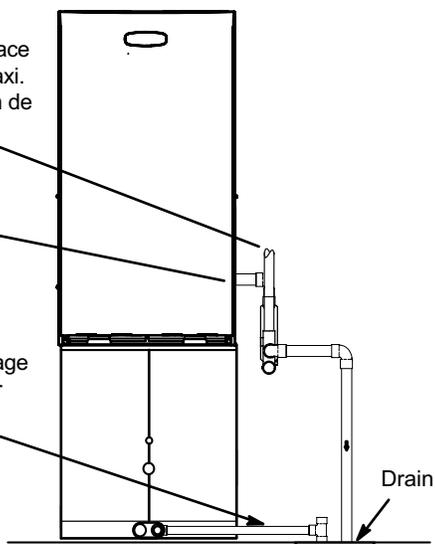
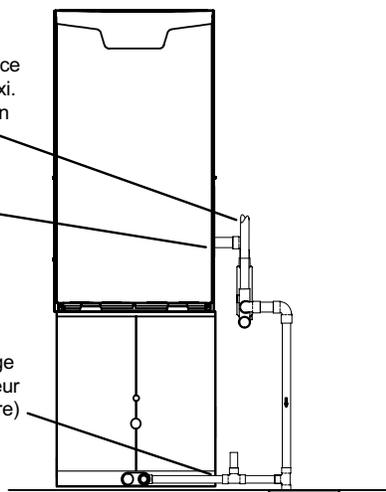

FIGURE 51
FIGURE 52
- 5 - La FIGURE 51 montre l'appareil et le serpentin d'évaporateur utilisant un drain séparé. Si nécessaire, la conduite de condensat de l'appareil et celle du serpentin d'évaporateur peuvent s'écouler ensemble. Reportez-vous à la FIGURE 52 et à la FIGURE 53. L'évacuation fournie sur place doit avoir une longueur comprise entre 1 po minimum et 2 po maximum au-dessus du raccord de sortie du drain de condensat.